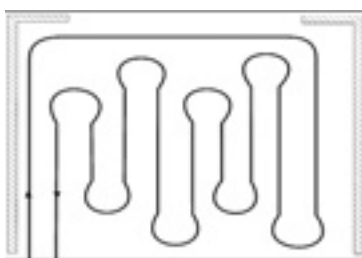

Рис. 136.
- меандрическому (рис. 136.) - большой градиент распределения температуры по поверхности пола,